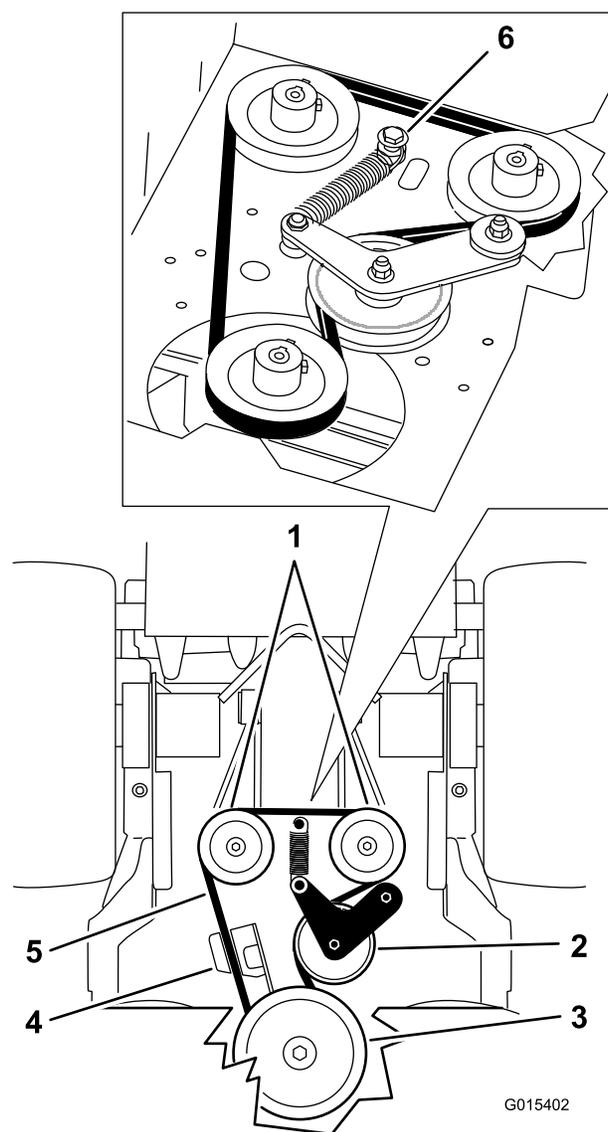

図 67
5. スプリングに接続されているショルダボルト、ナット、ワッシャをエンジン・デッキから外す (図 67)。
6. ポンプ駆動ベルトを外す (図 67)。
8. スプリングをショルダボルトとワッシャに取り付け、ナットでエンジン・デッキに接続する (図 67)。